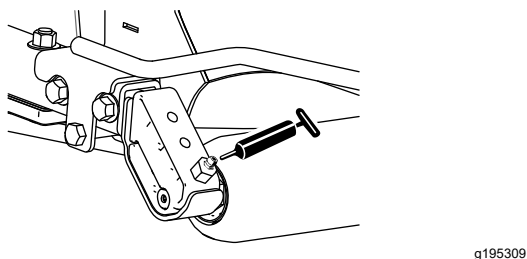

Figura 45
- 2 (pe unitate de tăiere) rulmenți cu role în spate (Figura 45)